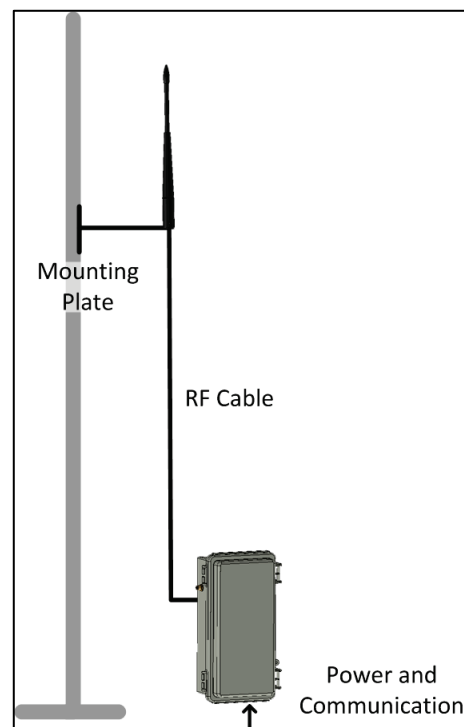

Figura 10: Antena RLINK One instalada en un poste (Recomendado)
- Monte la antena en un poste y conéctelos a la RLINK One con un cable RF (Figura 10).